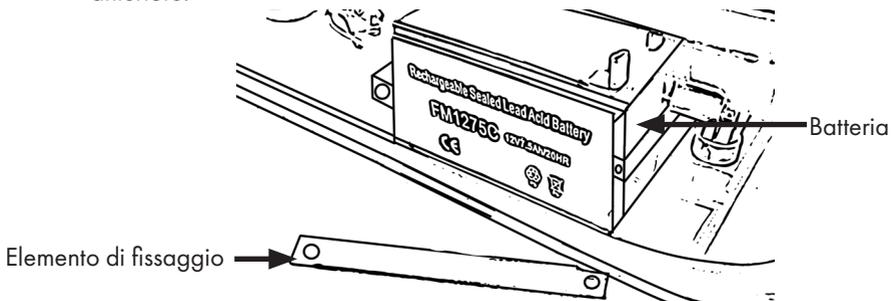

Figura 12
- Inserire prima la batteria come mostrato nella Figura 12 e fissarla con le viti sul lato anteriore.